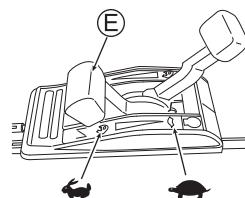

Abb. 14
- Vergewissern Sie sich, dass niemand hinter Ihnen steht, wenn Sie am Startergriff (V) ziehen.
- Umfassen Sie den Startergriff (V) mit festem Griff, wenn Sie daran ziehen.
- Lassen Sie den Startergriff (V) langsam zurück in die Ausgangsposition.
- Lassen Sie den Motor etwas warmlaufen, bevor Sie die Maschine verwenden. Nach dem Warmlaufen des Motors können Sie mit dem Mähen beginnen, indem Sie den Gashebel (E) auf "P" stellen. (Siehe Abb. 14)